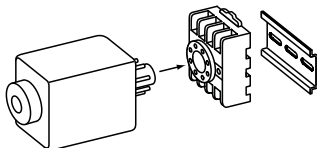

Рисунок 7. Монтаж реле на DIN-рейку
- на DIN-рейку шириной 35 мм при помощи разъема Р8Ц (см. рисунок 7);